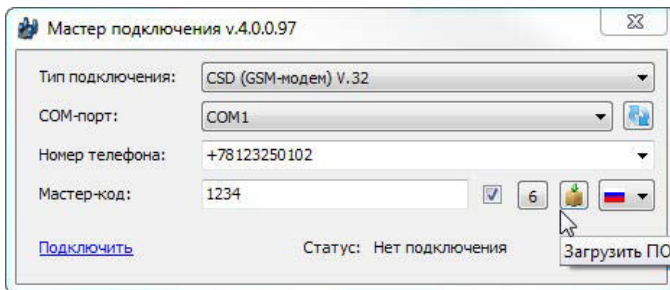

Рисунок 4. Загрузка программы настройки
- *Загрузите последнюю версию программы настройки: нажмите кнопку «Загрузить ПО» (рис. 4);*